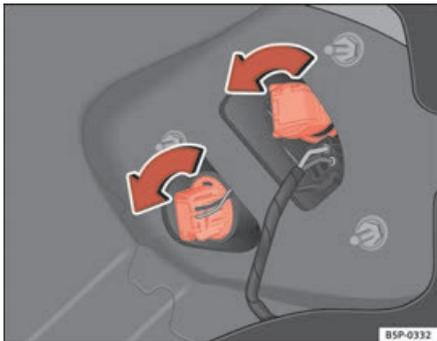

Abb. 195 Rücklichter an der Karosserie
- Drehen Sie die Lampenfassung nach links ⇒ Abb. 195.